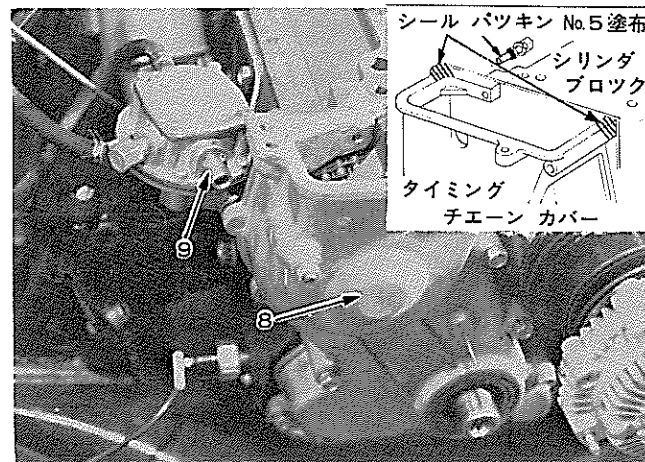

図4-5-23 タイミング チェーン カバー取り付け H0435 S3109
- 2 図4-5-23の個所にシール バツキン No.5を塗布する。